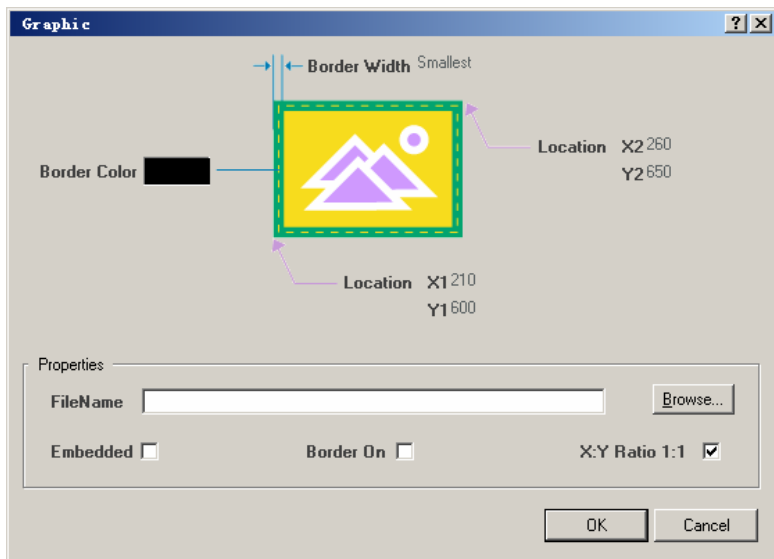

图 2.127 “Graphic”对话框
(1) 在主菜单中选择“Place”->“Drawing Tools”->“Graphic...”命令，或者单击“Utilities”工具栏中的绘图工具按钮，在弹出的绘图工具栏中选择插入图片工具。
(2) 单击键盘“Tab”键，打开如图 2.127 所示的“Graphic”对话框。